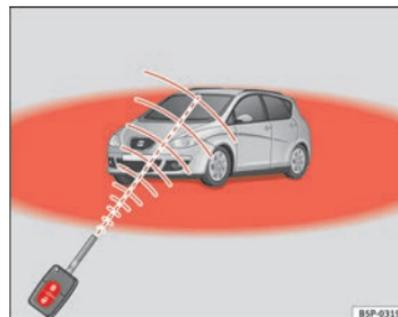

Fig. 65 Radio de acción del mando a distancia por radiofrecuencia
- El mando a distancia por radiofrecuencia funciona únicamente dentro de su radio de acción ⇒ página 110, fig. 65 (zona roja).